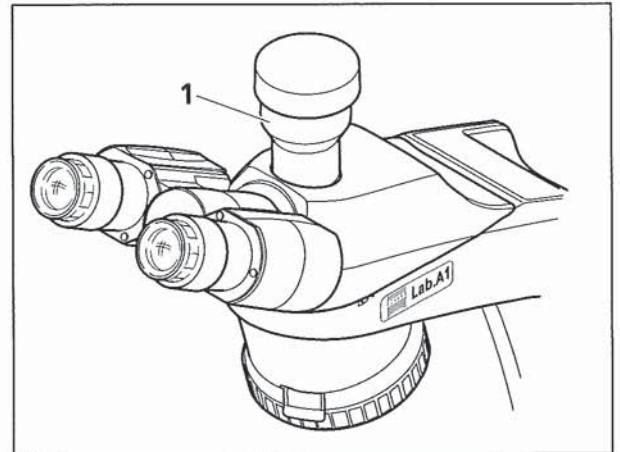
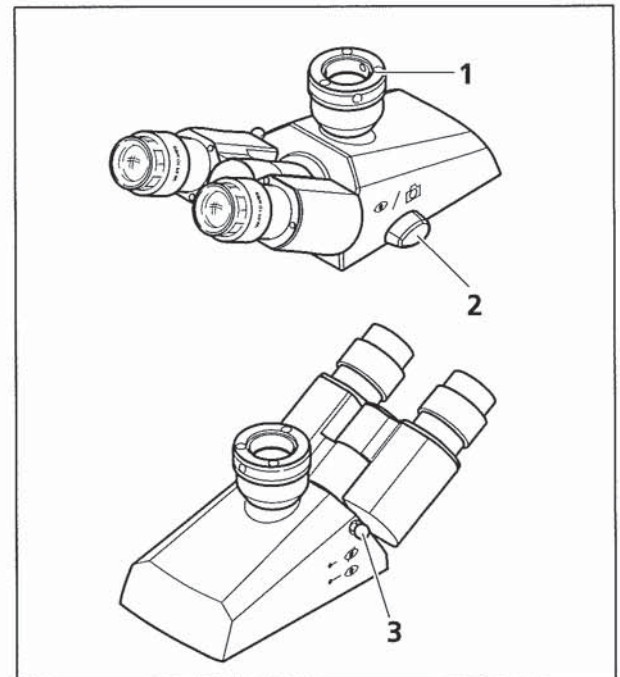

Bild 2-7 Binokularer Fototubus 30°/20 mit fester Teilung 50:50
Bild 2-8 Binokularer Fototubus 30°/23 mit Teilung 100:0/0:100, schaltbar
Am Fotoausgang (Bild 2-7/1 bzw. Bild 2-8/1) der binokularen Fototuben können über entsprechende Adapter Spiegelreflexkameras, Mikroskopkameras und Videokameras angesetzt werden.
Das Licht wird zu je 50 % zu den Okularen bzw. zum Fotoausgang gelenkt (Bild 2-7).
- Schaltknauf (Bild 2-8/2) nach vorn (Augensymbol):
- Schaltknauf (Bild 2-8/2) nach hinten (Kamerasymbol):
- Schubstange (Bild 2-8/3) hineingeschoben:
- Schubstange (Bild 2-8/3) herausgezogen: